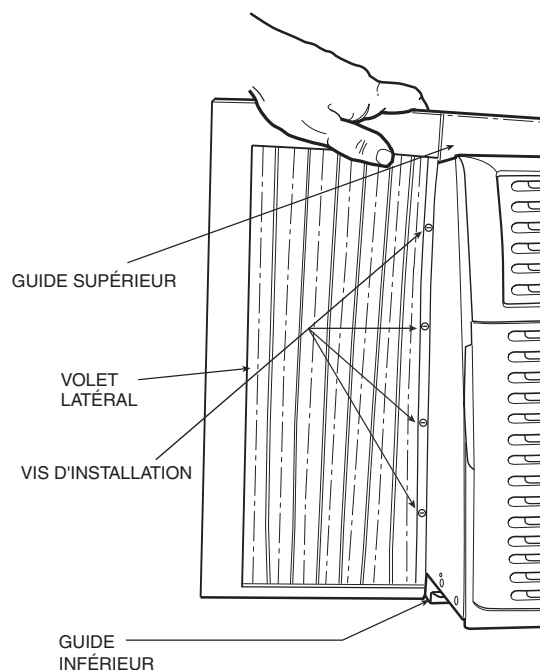

FIGURE 3 — INSTALLATION DES VOILETS LATÉRAUX
5. Installez les volets latéraux (compris). Les volets latéraux sont identifiés comme « droit » et « gauche » sur chaque cadre. Glissez les cadres supérieur et inférieur du volet dans les guides du caisson correspondants. Attachez les volets au caisson à l'aide des vis de $\frac{3}{8}$ po (0,95 cm) (comprises). Consultez la Figure 3.